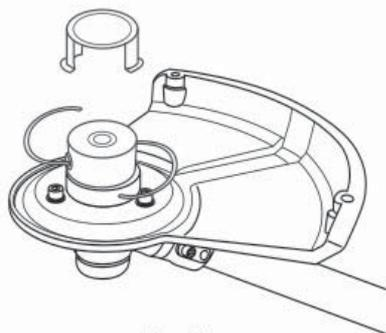

Fig. 25
- Retirer le couvercle de la tête de désherbage (Fig. 25).